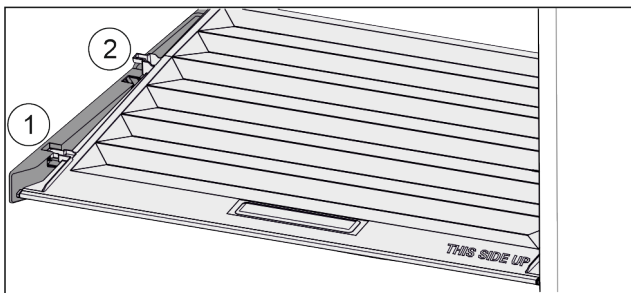

Fig. 38
- ▶ Потянуть крышку до отверстия в поддерживающих деталях вперед Fig. 38 (1).
- ▶ Поднять сзади снизу и извлечь Fig. 38 (2) движением вверх.